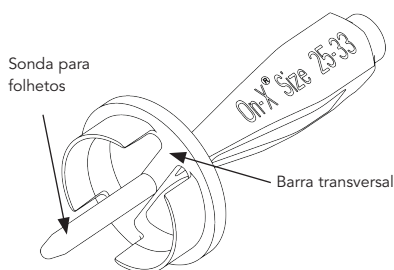

Figura 3: Rotador da válvula
**Rotadores** - O rotador da válvula (Figura 3) é utilizado na reorientação de uma válvula in situ e pode ser utilizado para verificar a mobilidade dos folhetos. O rotador da válvula é constituído por uma cabeça de plástico com uma sonda para testar a mobilidade dos folhetos, localizada centralmente, e um cabo acoplado. O rotador da válvula está devidamente orientado para inserção na válvula quando a barra transversal na cabeça está alinhada com o eixo central dos folhetos e a ponta da sonda está inserida no orifício central entre os folhetos.